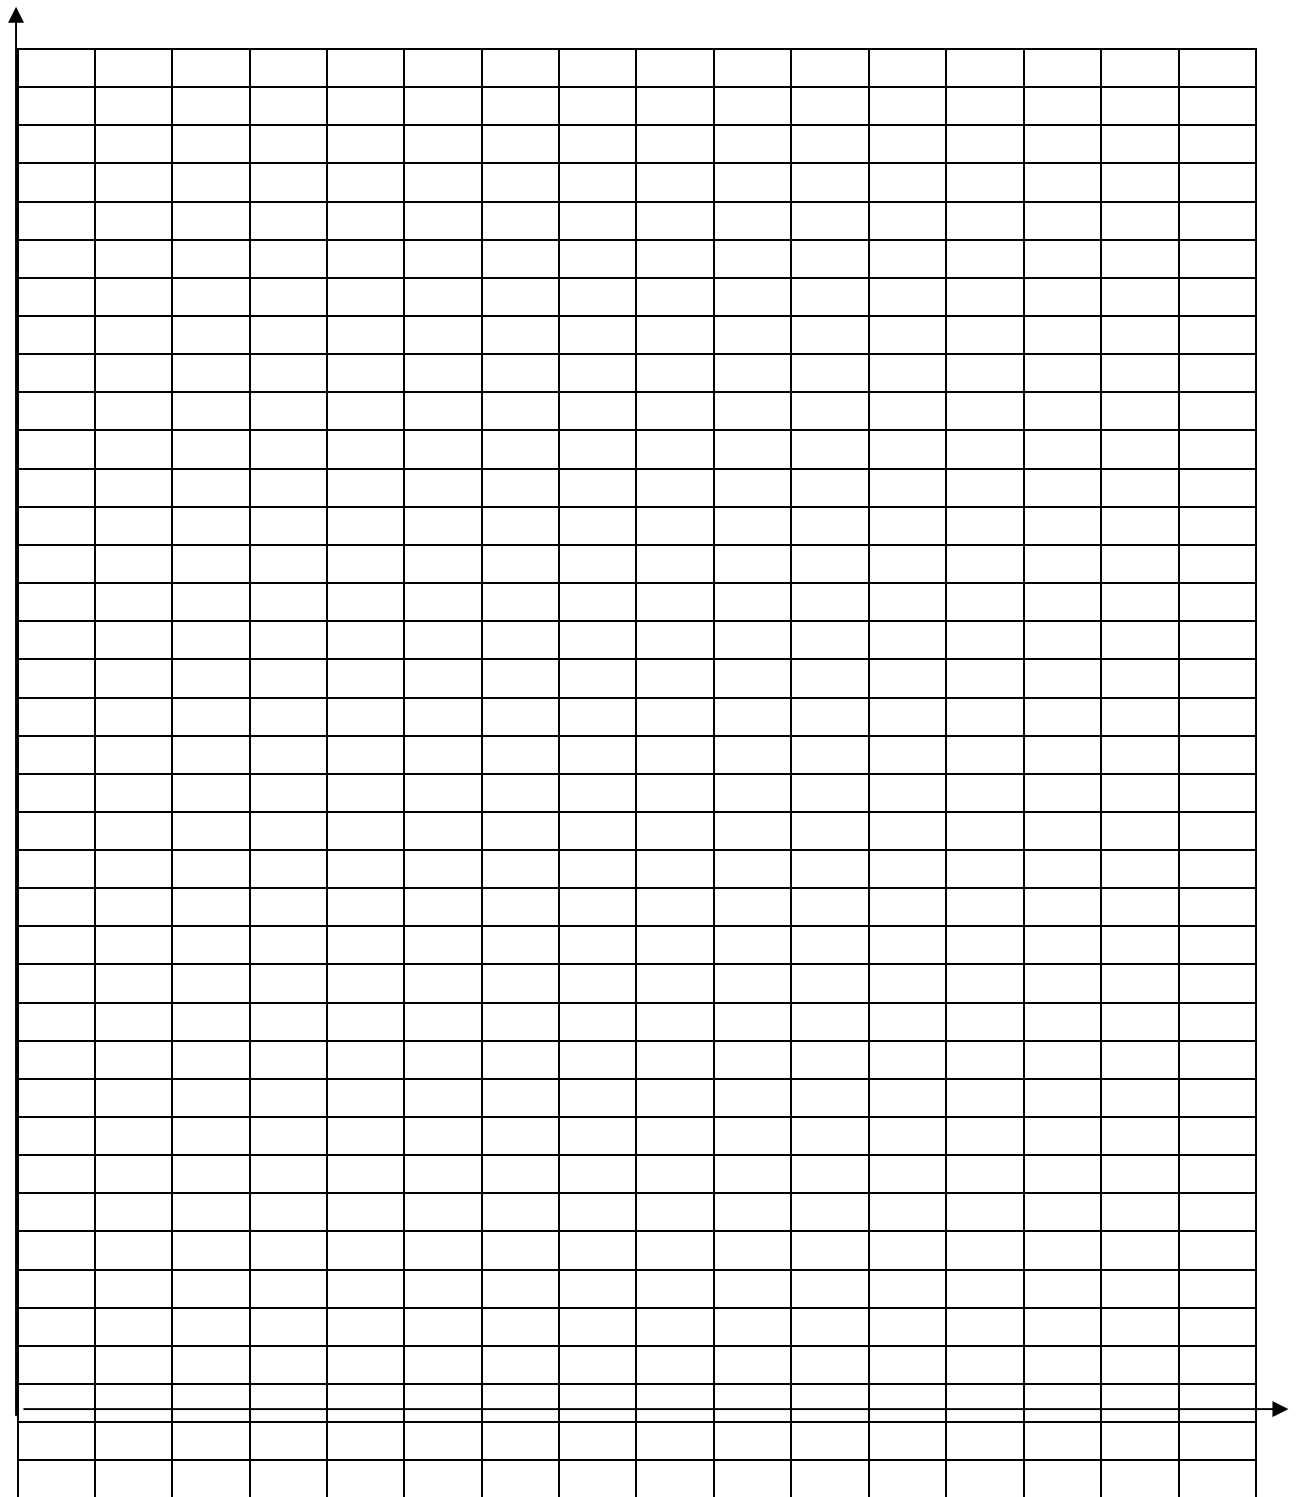

Abbildung 3a: Die gemessene Strom-Spannungs-Kennlinie des Elektrolyseurs
- Stellen Sie die erhaltenen Werte für die Stromstärke über den Spannungswerten U in einer zu entwerfenden Abbildung 3a (siehe weiter unten) graphisch dar.